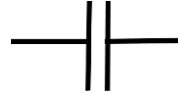

Рис. 1.
24. Идентифицируйте условное обозначение, применяемое в схематическом обозначении эл.цепи (Рис. 1).